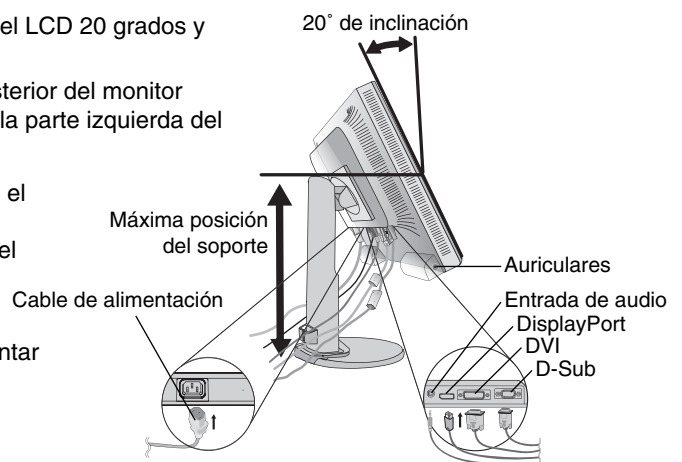

Figura B.1
4. Conecte todos los cables al conector apropiado de la parte posterior del monitor (**figura B.1**). Conecte los auriculares al conector apropiado de la parte izquierda del monitor (**figura B.1**).